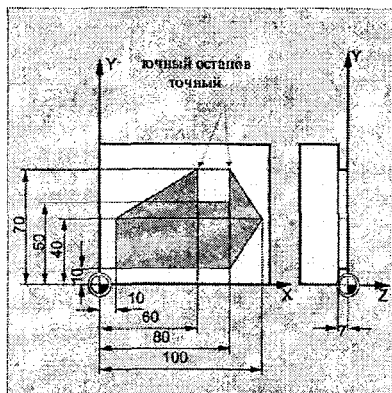

Рис. 4.13
4.3. Запишите управляющую программу для обработки детали с пазом, изображенной на рис. 4.13. Выполните следующие условия: